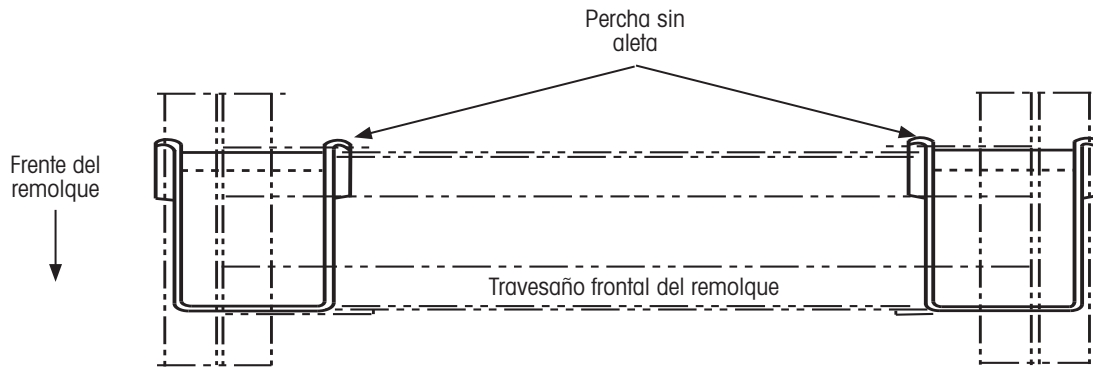
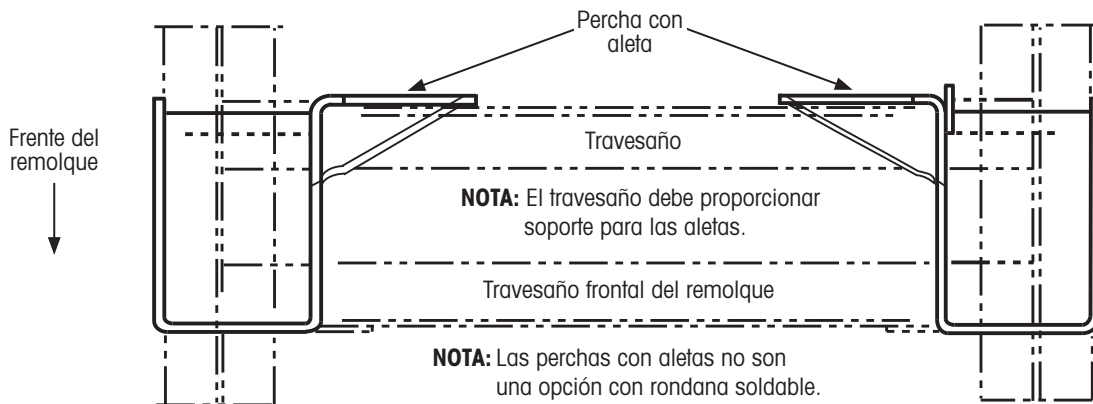

Figura 17: Ejemplo de instalación de percha sin aleta
Figura 18: Ejemplo de instalación de percha para modelos con conexión pivote QUIK-ALIGN® con perchas con aletas
1. **Levante y coloque** las perchas en los largueros del chasis del remolque y los travesaños como se especifica en el dibujo de instalación suministrado de la suspensión (Figura 17 y Figura 18).